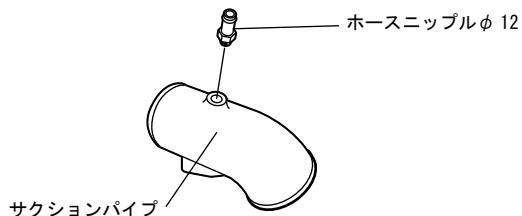

図7
- (4) サクションパイプにホースニップルφ 12を取付けてください。取付ける際は、ネジ部に市販のシールテープ等を巻くなどしてエア漏れしないようにしてください。(図7)